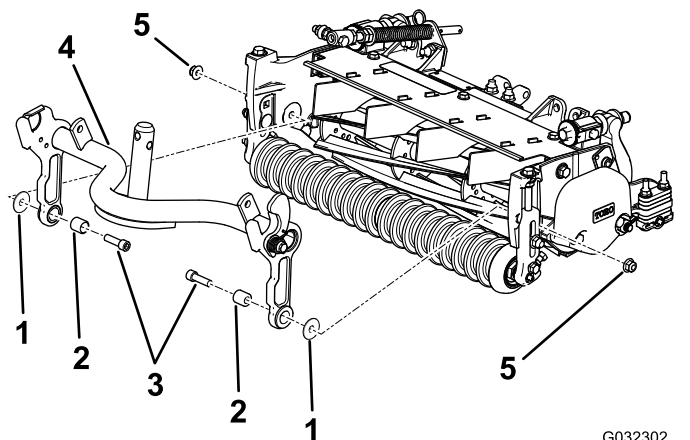

Figure 5
- Aux mêmes emplacements, installez un boulon (3/8 x 1-1/4 po), une entretoise neuve et la rondelle que vous avez retirée, puis fixez-les au moyen de l'écrou fourni dans le kit (Figure 5).